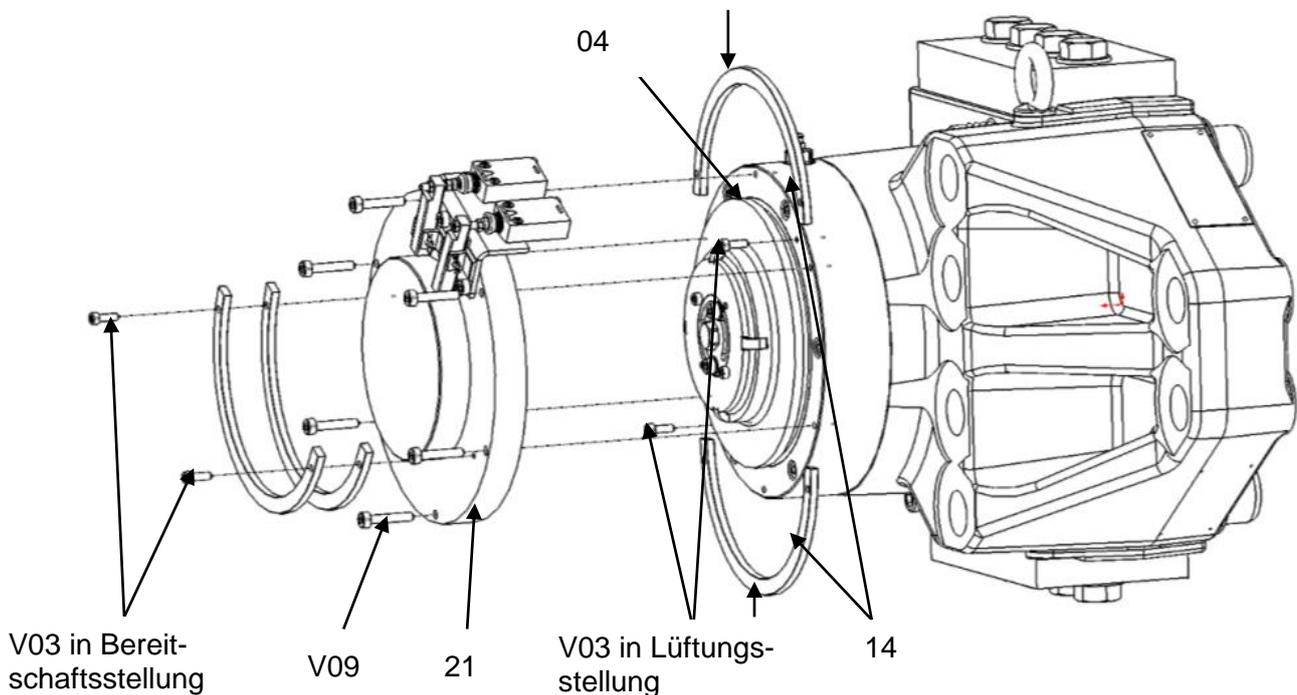
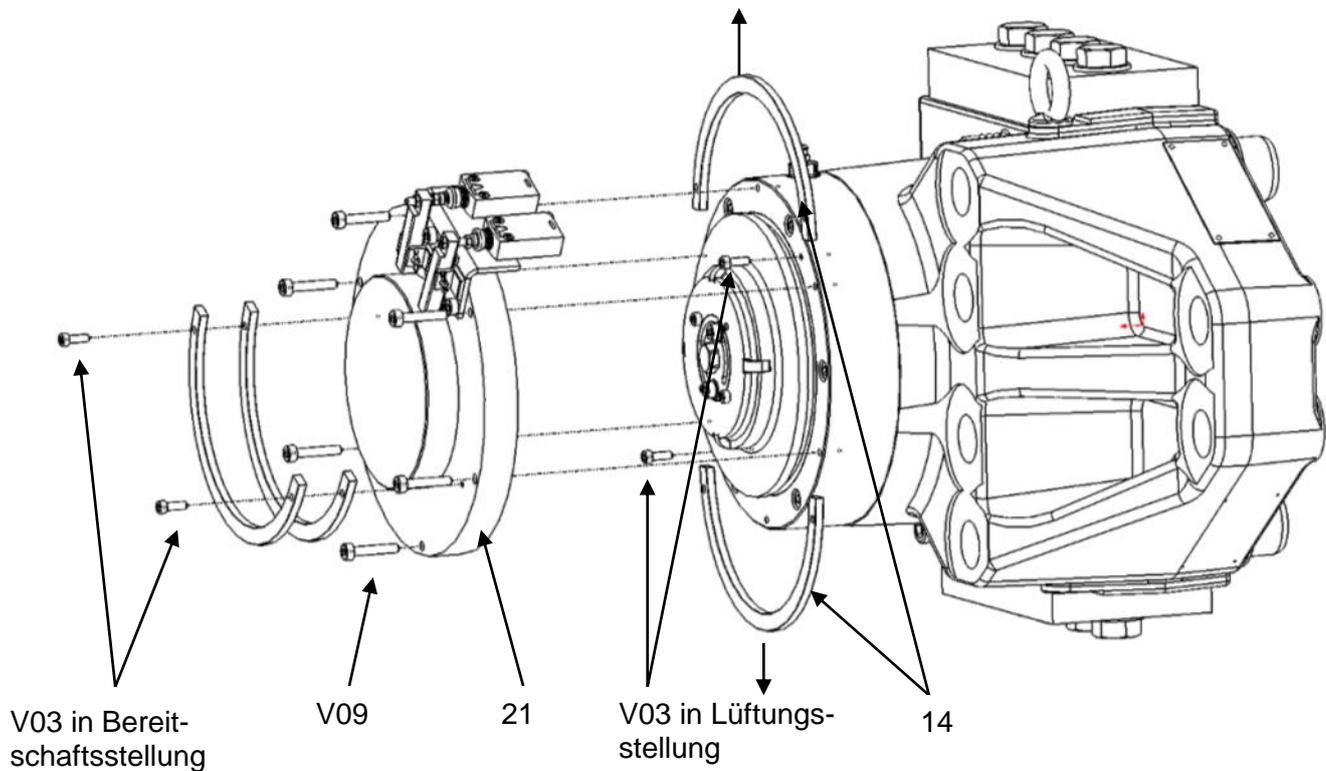

Bild 5.2
Bild 5.3
5. Legen Sie die 2 Haltesegmente **14** in die Kolbennut **04** Bild 5.2.
4. Entfernen Sie die 2 Haltesegmente **14** Bild 5.2 und befestigen Sie sie – übereinander – mit den 2 Schrauben **V03** in der Bereitschaftsstellung an der Abdeckung **21** siehe Bild 5.3.
5. Setzen Sie die Abdeckung **21** wieder auf und ziehen Sie die 6 Schrauben **V09** an Bild 5.2, Kapitel 5.1.
2. Entfernen Sie die Abdeckung **21** mittels der 6 Schrauben **V09** Bild 5.2.